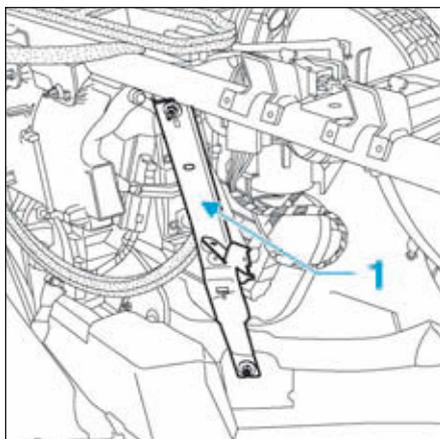

FIG.2
- le renfort (1) de la traverse de planche de bord (Fig.2).
- Déposer le renfort de la traverse de planche de bord (Fig.2).